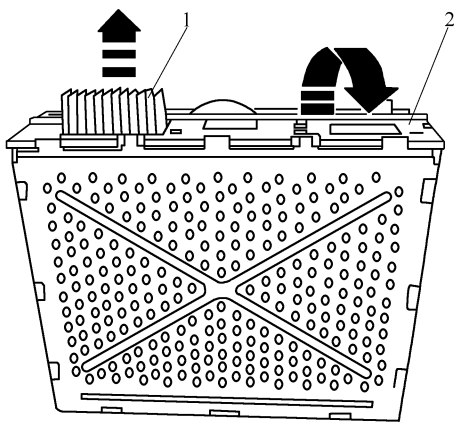

图 10-4-3 语音输入控制单元 J507 的拆卸示意图
- (1) 关闭所有用电器，拔出点火钥匙。如果要更新控制单元，则在“引导型故障查询”中选择各控制单元的“更新”功能。
- (2) 拆卸收音机 R MMI，如图 10-4-3 所示，把收音机 R 的盖板 2 打开，向下翻转盖板(箭头所示)，小心地沿箭头方向把语音输入控制单元 J507(编号 1)从收音机 R 中拔出。